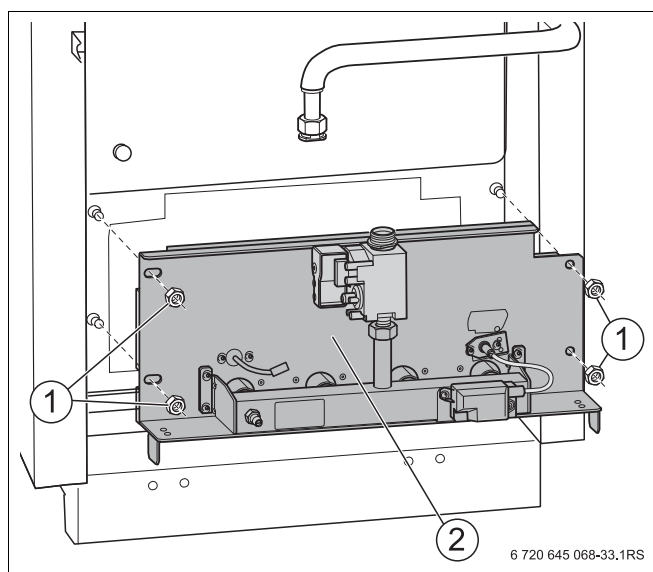

Рис. 38 Снятие крепежных гаек
- Открутить крепежные гайки (Рис. 38, поз. 1) на щитке горелки (Рис. 38, поз. 2) и вынуть газовую горелку.
- При креплении щитка горелки (Рис. 38, поз. 2, стр. 54) слегка затяните четыре болта.